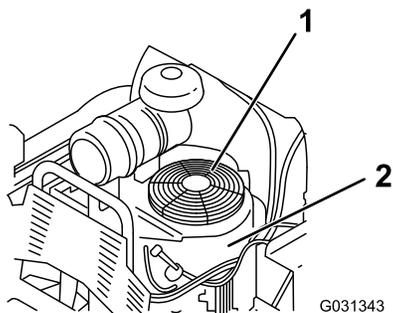

Figura 75
3. Remova o painel de admissão de ar e a caixa da ventoinha (Figura 75).
5. Instale o painel de admissão de ar e caixa da ventoinha (Figura 75).